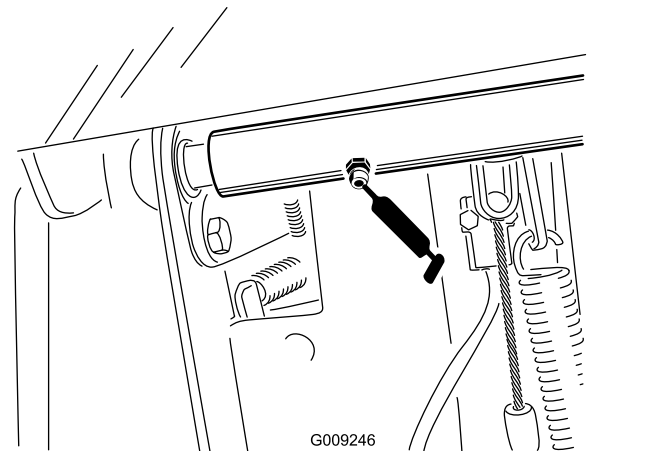

Figura 75
- Cojinetes del eje de pivote del pedal de freno (2) (Figura 75)